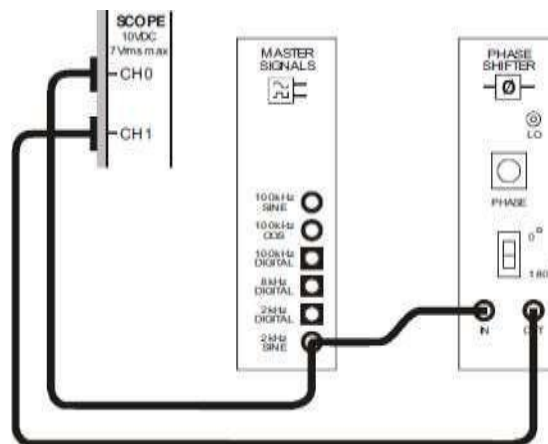

Figura 2.2
3. Conectar una señal 2KHz SINE a la entrada del módulo Phase Shifter y observar en el CH0 del Osciloscopio la entrada y en el CH1 la salida del mismo, ambos a la misma escala, (Figura 2.2).